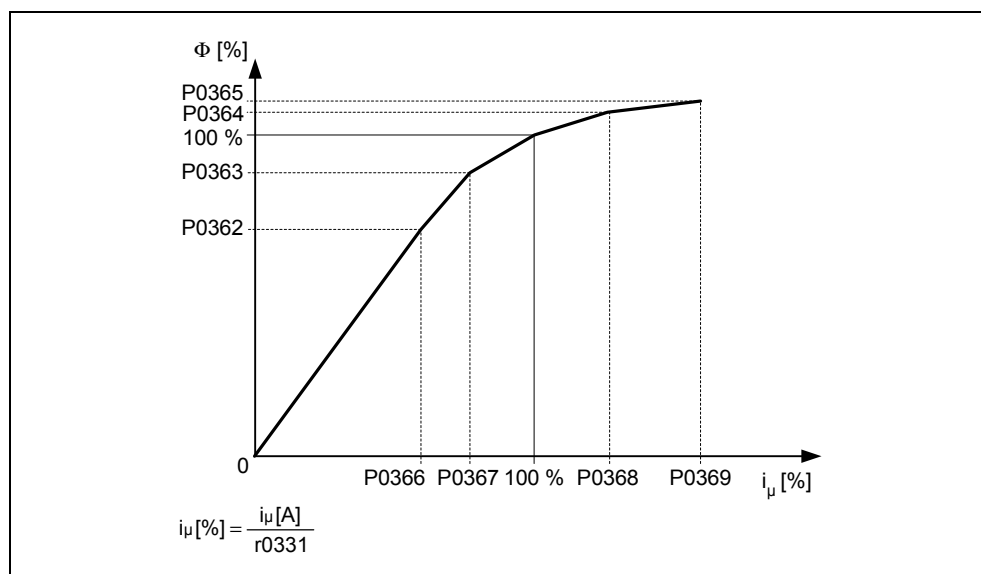

Figure 3-27 Courbe caractéristique de magnétisation
- Courbe de magnétisation (voir Figure 3-27) → P1910 = 3